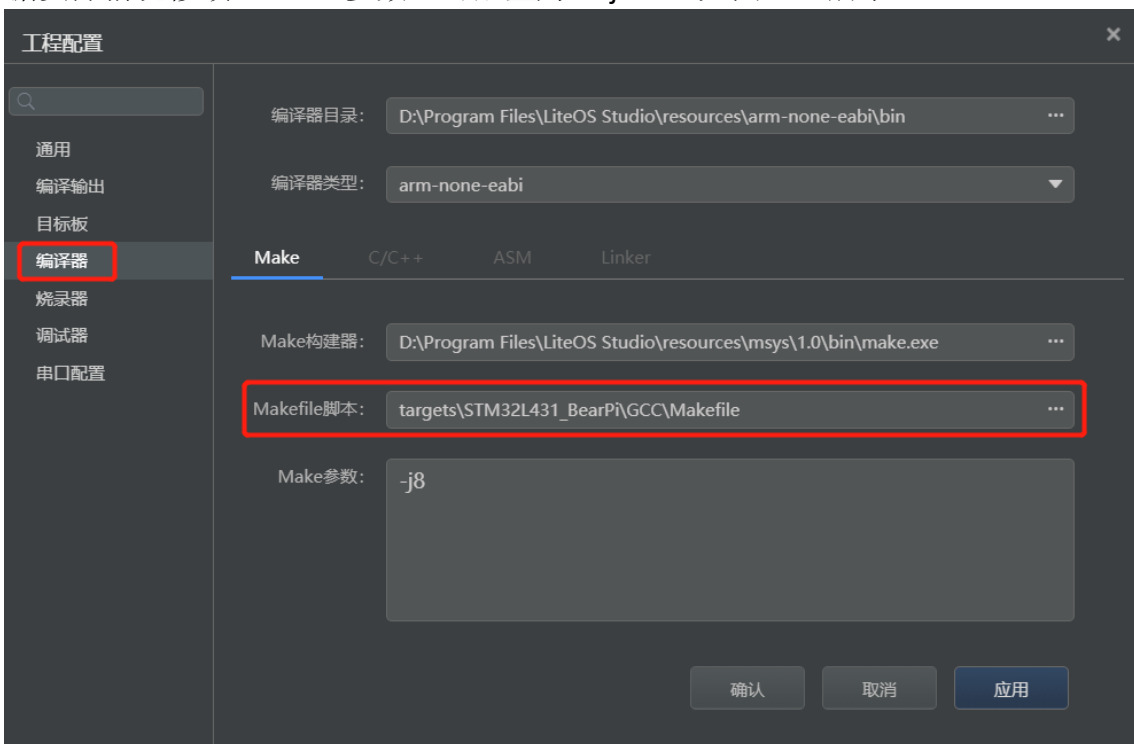

图 2-4 设置编译脚本
- 单击“编译器”，“Makefile 脚本”选择当前工程下的主 Makefile，具体路径请根据实际情况修改。Make 参数”可配置为“-j8”，如图 2-4 所示。